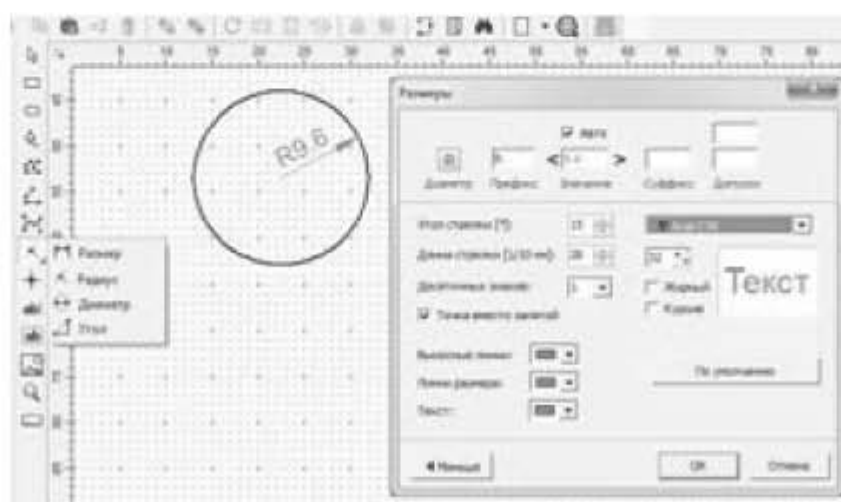

Рис.1.18. Окно для выбора параметров отображения размеров
8. *Размеры*. В нижнем правом углу кнопки *Размеры* находится треугольный маркер, щелкнув по которому, можем выбрать один из четырех типов размера (рис. 1.18):
Чтобы задать линейный размер, например, стороны прямоугольника, надо щелкнуть перекрестием сначала по одной вершине прямоугольника, а затем по другой и вывести размер в сторону. Из размеров «радиус» и «диаметр» предпочтительнее задавать радиус, так как значок диаметра корректно отображается не во всех шрифтах. При простановке радиуса курсор автоматически привязывается к центру окружности. Опция привязки при этом должна быть включена. Если все-таки необходимо проставить значок диаметра, то надо дважды щелкнуть левой кнопкой мыши по размеру, чтобы появилось выпадающее окно *Размеры* (рис. 1.18).
Это окно имеет полную и сокращенную формы, переход между которыми осуществляется щелчком левой кнопкой мыши по кнопке в нижнем левом углу этого окна. Если появилось окно в сокращенной форме, то надо щелкнуть по кнопке *Больше*, чтобы появилась полная форма, показанная на рис. 1.18. В этом окне надо выбрать шрифт SansSerif или Centaur, в котором будет корректно отображаться значок диаметра. Чтобы задать угол, надо щелкнуть перекрестием сначала по вершине, а затем по сторонам угла. При двойном щелчке по размеру появляется дополнительное окошко, в котором можно задать параметры отображения размера. Если снять галочку около опции *Авто*, то в текстовом блоке *Значение* можно задать любое значение размера. Этим приемом удобно пользоваться, если чертеж начерчен не в масштабе.